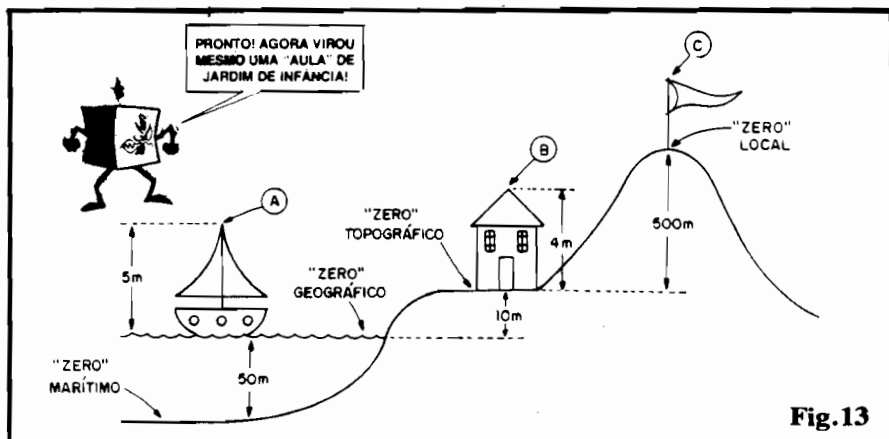

Fig.13
- FIG. 13 - A QUESTÃO DO "REFERENCIAL" - Ao longo das explicações prático-teóricas sobre as medições das Tensões, e sobre os "degraus" em que a "voltagem se divide" nos arranjos circuitais, falamos várias vezes sobre o "referencial", "linha do negativo", linha de "terra", "zero da Tensão", etc. Para aqueles Leitores/"Alunos" que ainda não conseguiram compreender com clareza esses conceitos fundamentais, vamos dar uma analogia que - nos parece - permitirá eliminar completamente as dúvidas que tenham "sobrado"... O "nó" da questão encontra-se em entender que (de novo, explicamos...) enquanto uma medição de CORRENTE faz uma avaliação nítida e definitivamente quantitativa, numa medição de TENSÃO a avaliação é nitidamente comparativa (embora, para uso prático, sempre "traduzida" em números...)! Assim, se Você, Leitor/"Aluno", tem 1,72 m de altura, e um amigo seu tem 1,90 m, ao serem vistos juntos, podemos estabelecer um nítido parâmetro de altura simplesmente dizendo que "o seu amigo é 18 cm. mais alto do que Você..." (estamos usando como "referencial" a sua altura...). Já, se quisermos usar como referencial o chão, teremos que dizer: "Você tem 1,72 m e o seu amigo tem 1,90 m...". Tudo, portanto, se resume em qual nível ou base foi usado como "zero" para a avaliação! Vamos ampliar a analogia, de modo que os Leitores/"Alunos" possam ainda melhor "pegar a coisa"... Observem a fig. 13, que parece um desenho